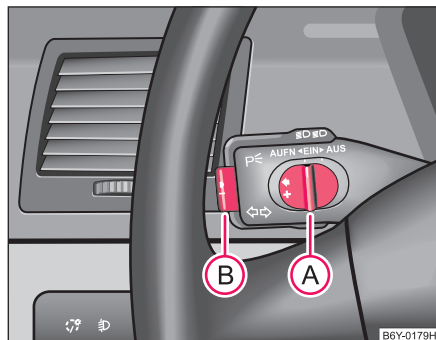

Fig. 86 Palanca de mando: pulsador y conmutador desplazable del sistema regulador de la velocidad
- Empuje el interruptor desplazable (A) ⇒ fig. 86 a la posición **ON** (CON.).
- Una vez alcanzada la velocidad a mantener, presionar brevemente el pulsador (B).
- Se puede **aumentar** la velocidad memorizada sin accionar el pedal acelerador empujando el conmutador desplazable (A) ⇒ fig. 86 a la posición **RES** (REAN.).
- También se puede desconectar el sistema regulador de la velocidad empujando el interruptor desplazable **(A)** ⇒ **página 107, fig. 86** hacia la derecha a la posición intermedia anterior a la posición **OFF** (DESCON.). A continuación, el conmutador desplazable volverá automáticamente a la posición **ON** (CON.).
La **reanudación** de la velocidad memorizada se efectúa al soltar el pedal de freno o de embrague, en vehículos con cambio automático sólo al soltar el pedal de freno, y después de empujar brevemente el conmutador desplazable **(A)** ⇒ **página 107, fig. 86** hacia la izquierda hasta el tope a la posición **RES** (REAN.).
- Empujar el interruptor desplazable **(A)** ⇒ **página 107, fig. 86** hacia la derecha hasta el tope a la posición **OFF** (DESCON.). ■